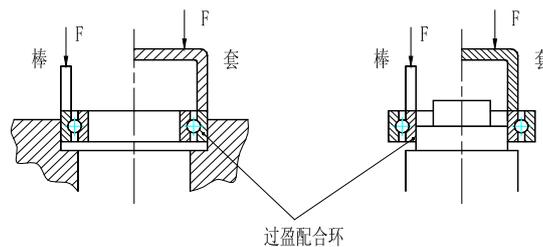

图 2
- 3、用压入法装配时，不得用铁榔头直接锤击轴承，应用专用工具或在过盈配合环上垫以棒或套（如图 2）不得通过滚动体和保持架传递压力或打击力，且注意不要伤及保持架、密封圈、防尘盖。